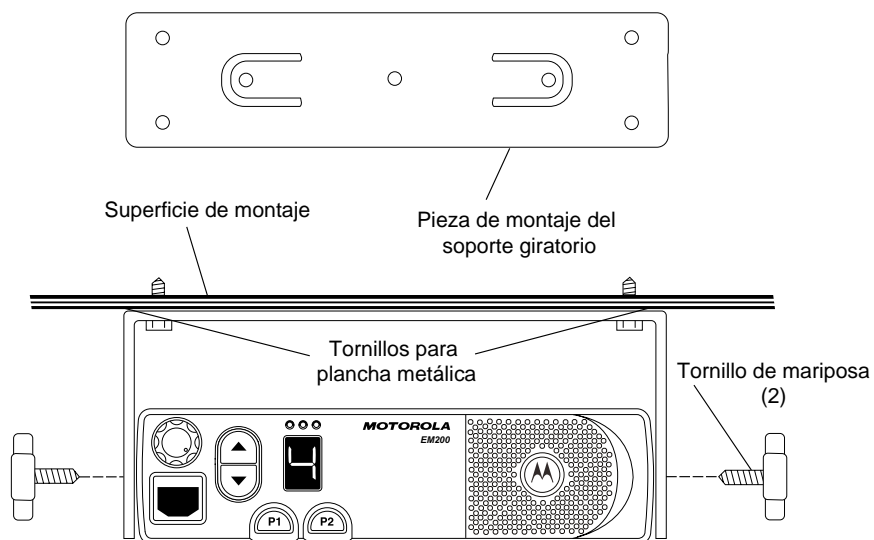

Figura 3-1. Instalación en el lomo de la transmisión (parte superior de la figura) y debajo del tablero (parte inferior de la figura)
1. Seleccione el lomo de la transmisión o un área abierta por debajo del tablero para instalar el radio. (Ver Figura 3-1). Cuando instale el soporte giratorio en el lomo de la transmisión, tenga cuidado para no afectar la carcasa de la transmisión.
4. Fije la pieza de montaje del soporte giratorio a la superficie de montaje con los cuatro tornillos autorroscantes provistos. (Ver Figura 3-1).